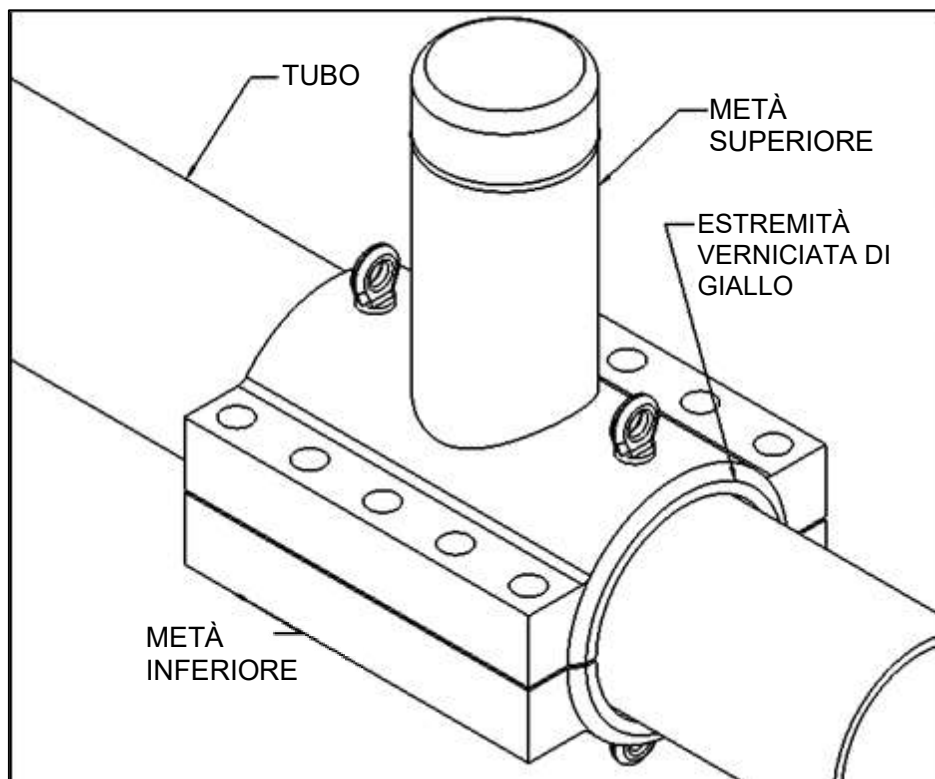

Figura 4
- Assemblare la PLIDCO Tap+Enclosure attorno al tubo e centrarlo sopra il foro di derivazione o l'ostruzione da coprire. Assicurarsi che le estremità dipinte di giallo siano accoppiate come mostrato nella Figura 4. In nessun caso una saldatura, perdita o anomalia deve trovarsi a meno di ½ pollice dalle